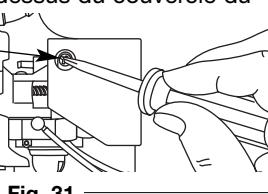

Fig. 31
La vitesse de ralenti du moteur est réglable à l'aide d'une vis de réglage accessible par un trou situé sur le dessus du couvercle du moteur (Fig. 31).
2. Relâchez le levier d'accélérateur et laissez le moteur au ralenti. Si le moteur s'arrête, insérez un petit tournevis à embout cruciforme ou à tête plate dans le trou du couvercle du moteur (Fig. 31). Vissez la vis de réglage du ralenti de 1/8 de tour à la fois (selon le besoin) jusqu'à ce que le moteur tourne au ralenti.